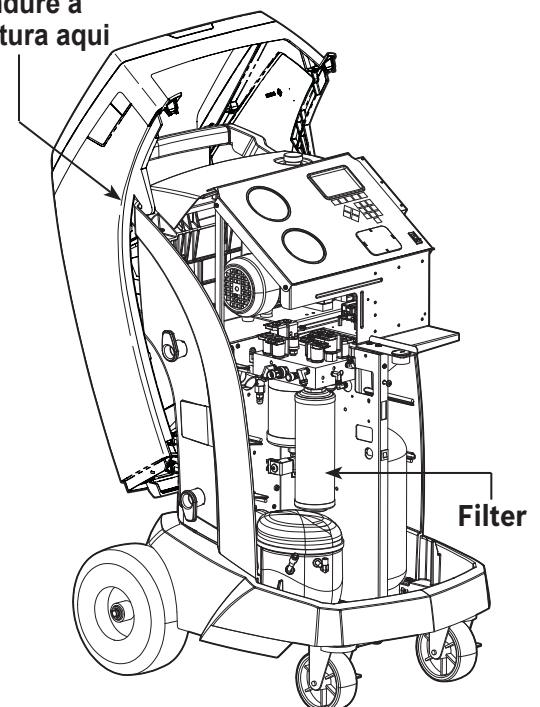

Figura 9
3. Pendure a cobertura na parte traseira da máquina como mostrado na Figura 9.
6. Instale o novo filtro rosqueando-o no sentido horário no lugar. Verifique se o filtro está posicionado corretamente, como mostrado na Figura 9. Aperte o filtro com 20 Nm.
3. Pendure a cobertura na parte de trás da máquina conforme mostrado na Figura 9.